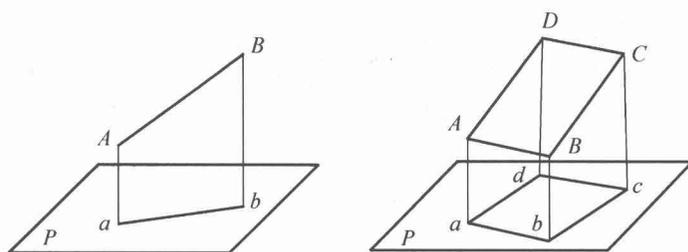

图1-15 正投影的类似性
6) 若直线或平面与投影面倾斜时, 直线的投影仍为直线, 但小于直线的实长, 平面的投影是面积缩小的类似形。这个性质叫做正投影的类似性。如图1-15所示。